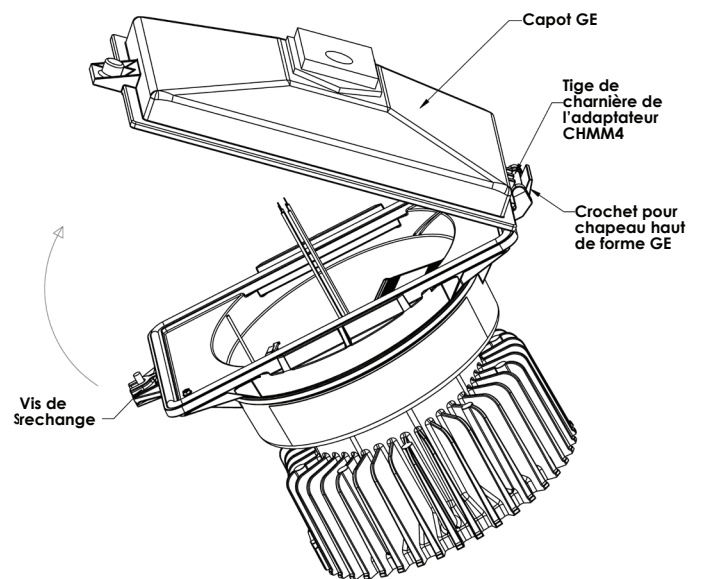

Figure 2
6. Accrochez le luminaire assemblé et l'adaptateur au capot de GE en capturant la tige de charnière de l'adaptateur dans le crochet du capot de GE, comme montré dans la Figure 2.